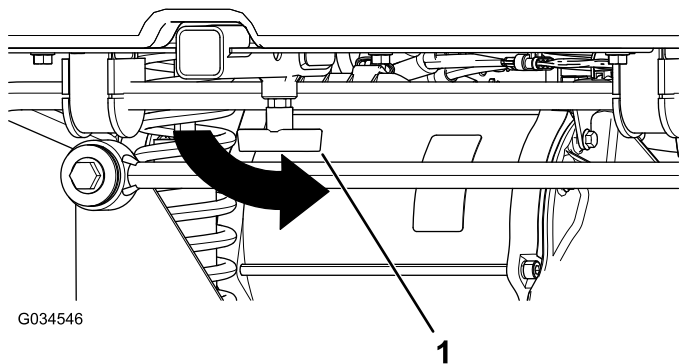

Figure 18
4. Resserrez la poignée en « T » en la tournant dans le sens antihoraire (Figure 18).